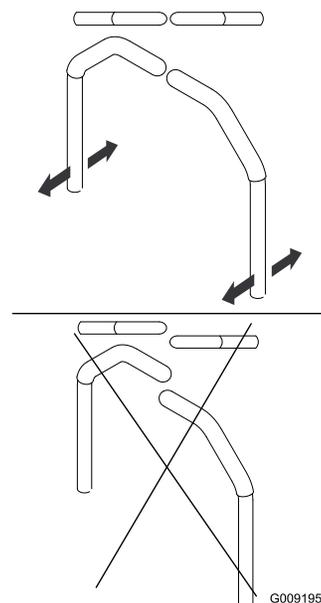

Figure 77
4. Réglez l'alignement avant/arrière des leviers en plaçant simultanément à la position point mort puis faites-les coulisser jusqu'à ce qu'ils soient alignés, puis serrez les boulons (Figure 77).